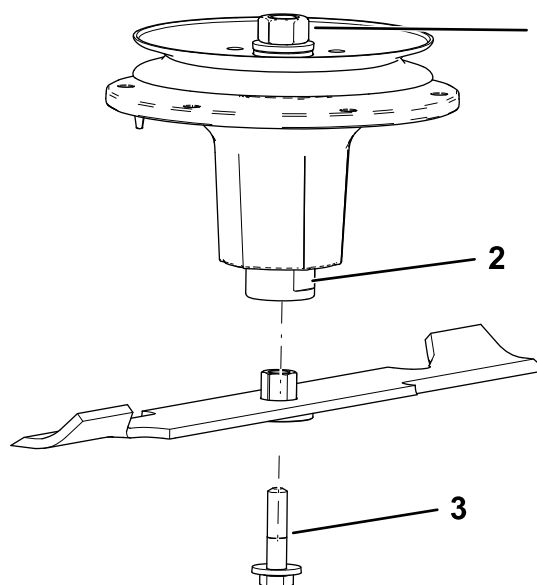

Figure 76
2. Installez l'ensemble douille et lame sur l'axe de pivot (Figure 76).